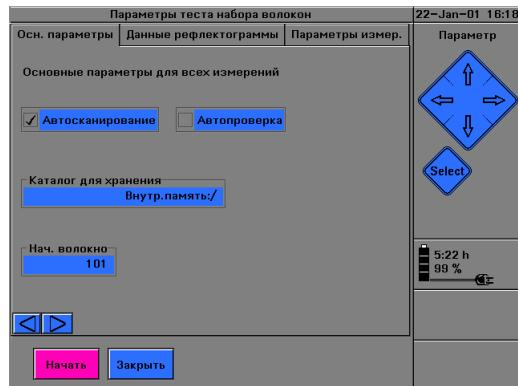

Рис. 55 Экран с параметрами для теста набора волокон
Появится экран “Параметры теста набора волокон” (Рис. 55), при этом будет показана последняя использованная страница.
- Для возврата к экрану установки параметров для теста набора волокон (Рис. 55) выберите Конфиг.